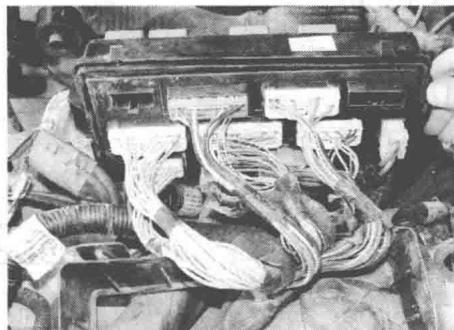

图 1-11 汽车线束
3) 线束 为使全车线路规整, 安装方便及保护导线的绝缘, 汽车上的全车线路除高压线、蓄电池电缆和起动机电缆外, 一般将同区域的不同规格的导线用棉纱或薄聚氯乙烯带缠绕包扎成束, 称为线束, 如图 1-11 所示。